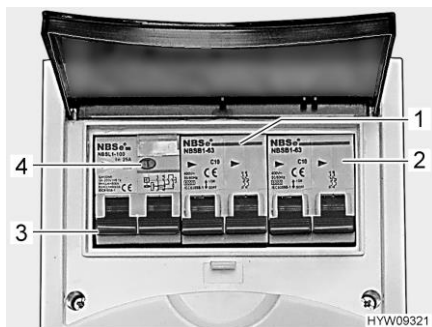

Fig. 81 Interruptor de protección de línea e interruptor FI (caja de fusibles de 230 V)
Un interruptor de corriente de defecto (interruptor FI) (Fig. 81,3) en la caja de fusibles asegura el vehículo completo contra corriente de defecto (30 mA).
El interruptor de protección de línea conectado en serie (10 A) (Fig. 81,1) asegura las cajas de enchufe de 230 V, el bloque eléctrico, el cargador adicional y el frigorífico.
En los vehículos con equipamiento especial, p. ej. la instalación de aire acondicionado en el techo, un interruptor de protección de línea adicional (16 A) (Fig. 81,2) asegurará el aparato.
- Si el vehículo está conectado a la alimentación de 230 V, pulsar la tecla de prueba (Fig. 81,4). Se debe activar el interruptor de corriente de defecto (FI).